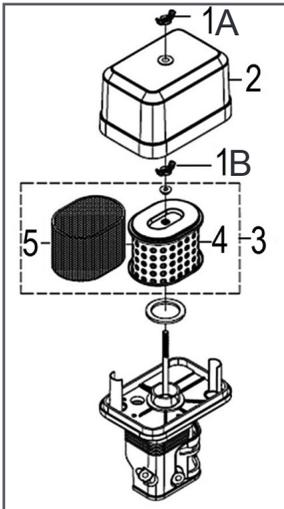

Рис. 15 Обслуживание воздушного фильтра
1. Открутите барашковую гайку 1А и снимите крышку 2 воздушного фильтра (Рис. 15).
2. Открутите барашковую гайку 1В и извлеките воздушный фильтр 3 в сборе (Рис. 15).
3. Проверьте целостность и чистоту фильтрующих элементов. Поролоновый (предварительный) фильтрующий элемент 5 установлен в корпусе бумажного (основного) фильтрующего элемента 4 (Рис. 15).